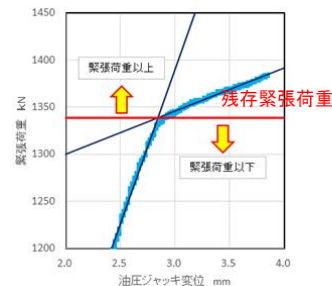

図3 残存緊張力測定方法
- 1) PC残存緊張力測定：「リフトオフ試験法」を用いた。本方法は、図3に示すように荷重-変位曲線の変曲点を求めることで得られる。